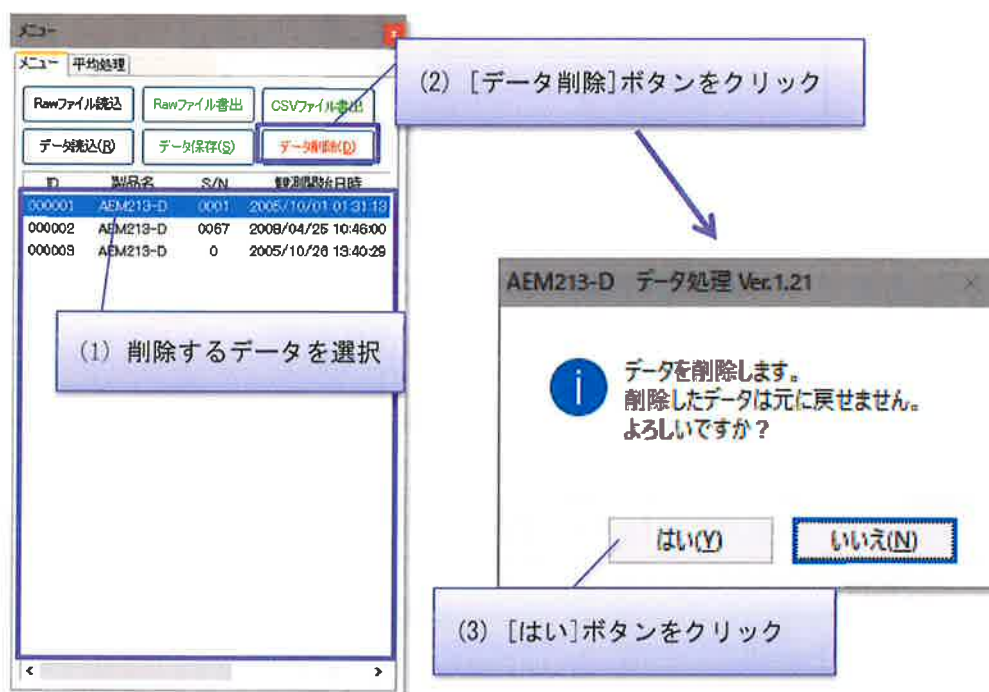

図 4.39 データの削除
- (1) データリスト内の削除したいデータをクリックして選択。マウスのドラッグで複数のデータ選択し、まとめて削除することも可能です。(図 4.39)
- (2) **[データ削除]** ボタンをクリック。
- (3) 確認画面が表示されますので**[はい]**をクリック。**[いいえ]**でキャンセルできます。
- (4) データが削除されます。